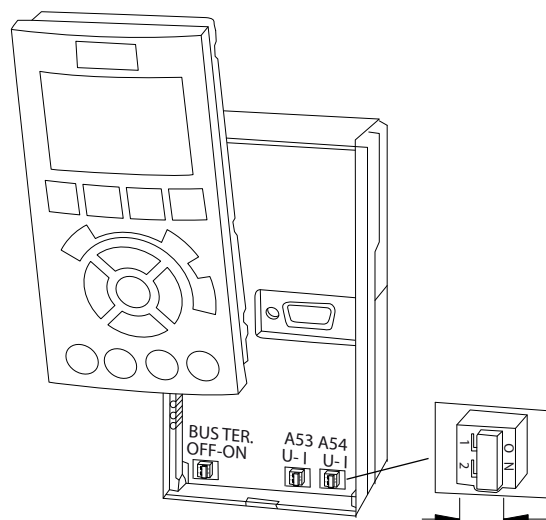

Ilustración 5.22 Ubicación de los conmutadores de los terminales 53 y 54
- En la tarjeta de control, se incluye un conmutador (BUS TER) para la resistencia de terminación de bus. Consulte la *Ilustración 5.22*.